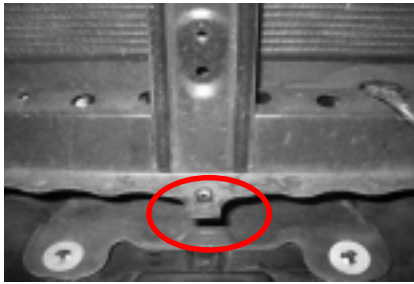

図 1
- ①インタークーラーの取付にあたって、図 1 の部分がコアに干渉するようであれば、あらかじめ切断、曲げ等の加工を行ってください。